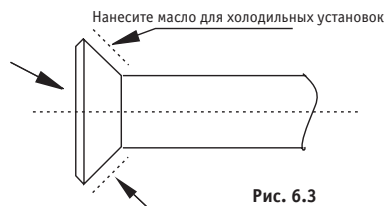

Рис. 6.3
- Перед установкой колпачка на муфту нанесите немного охлаждающего масла на муфту (как внутри, так и снаружи), а затем поверните его три или четыре раза, прежде чем затянуть колпачок. См. рис. 6.3